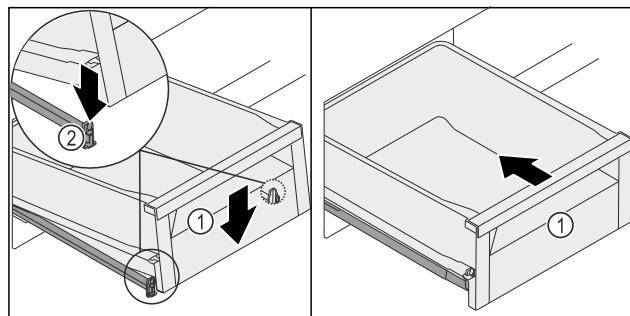

Fig. 260
- ▶ Zásuvku Fig. 260 (1) vpředu spusťte dolů tak, aby se zásuvka zasunula vlevo a vpravo do svorky Fig. 260 (2).
- ▶ Zásuvka Fig. 260 (1) slyšitelně zacvakne.
- ▶ Zásuvku Fig. 260 (1) zasuňte.